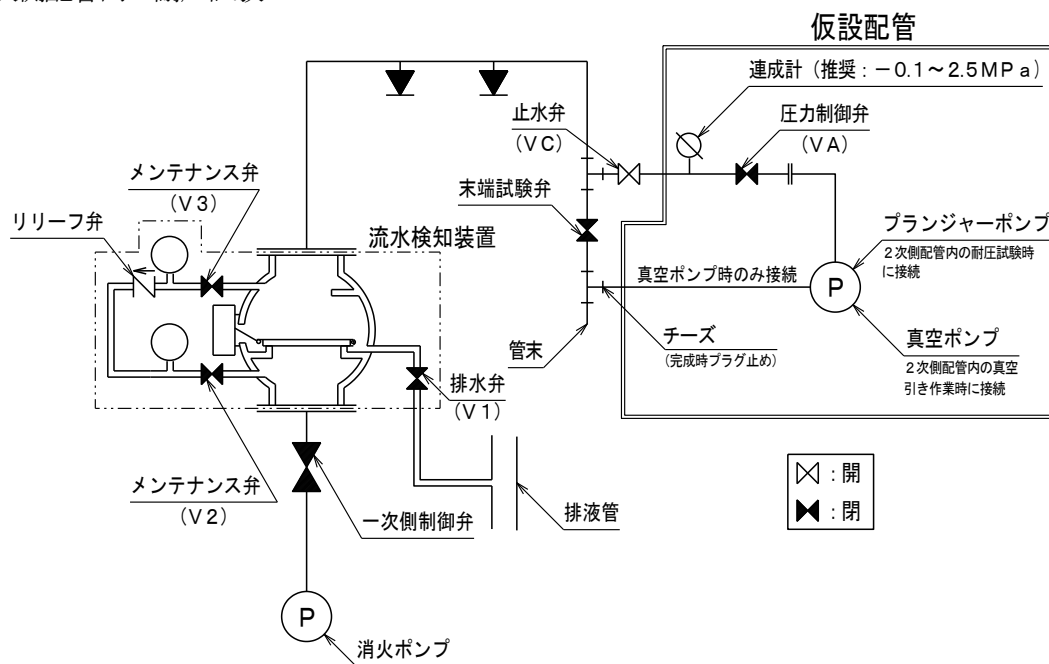

図 10. 耐圧試験および真空引き作業前の系統図
- ①末端試験弁周りに仮設配管を設置してください。(図 10 参照)
- ②付属弁類の開閉状態を下表 (図 10) の状態にしてください。
①プランジャーポンプを外し、真空ポンプを接続してください。（図 10 参照）
②付属弁類の開閉状態を下表（図 10）の状態にしてください。